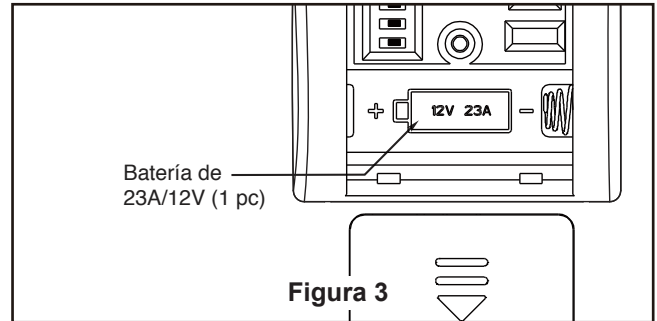

Figura 3
3. Extraiga uno de los tres tornillos de ensamble de la placa de iluminación. Guárdelos para después y afloje levemente los otros dos tronillos. (Figura 3)
3. Para que el ventilador sea funcional, instale las pila (incluidas) de 23A/12V en el transmisor del mando a distancia. Mientras el ventilador esté apagado. A continuación, siga el proceso de fijación remota de código. Si no se utiliza el ventilador durante un largo periodo de tiempo, extraiga la batería para evitar cualquier daño al transmisor. Almacene el mando a distancia en un lugar alejado del calor o la humedad excesiva. (Figura 3)